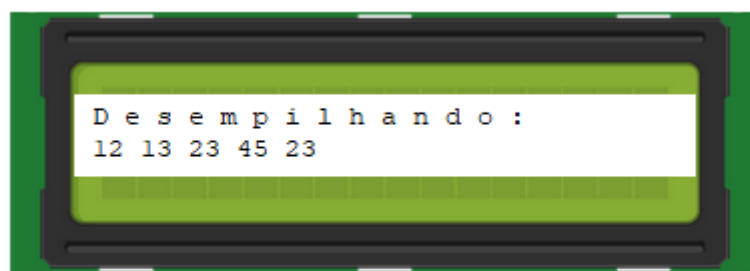

Figura 4
- J. O veículo deverá automaticamente parar dentro da “área de partida-chegada” ou “área de segurança” e exibir por meio de um display, os dados coletados nos cartões RFID durante o percurso. Os dados deverão ser DESEMPILHADOS e exibidos no display, destacando o maior e o menor valor lido. Utilizar a figura 4 como referência a exibição dos dados.